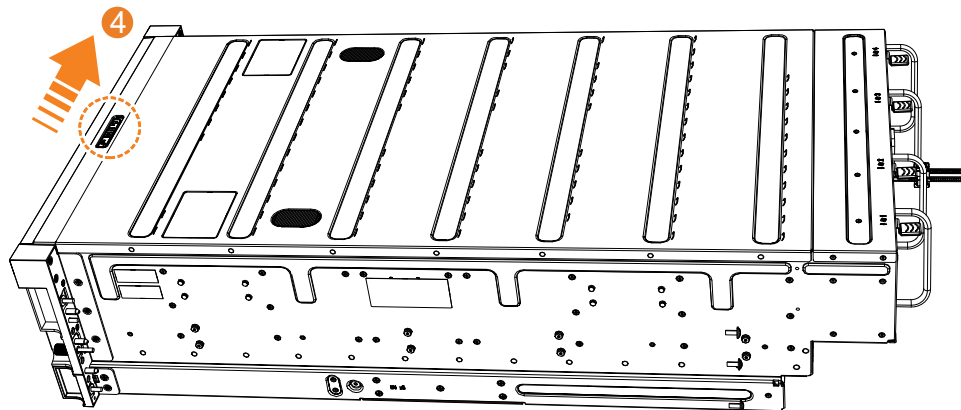

Figura 80. Travando a tampa superior
5. Trave a tampa na posição deslizando a alavanca de liberação **4**, conforme mostrado em Figura 80